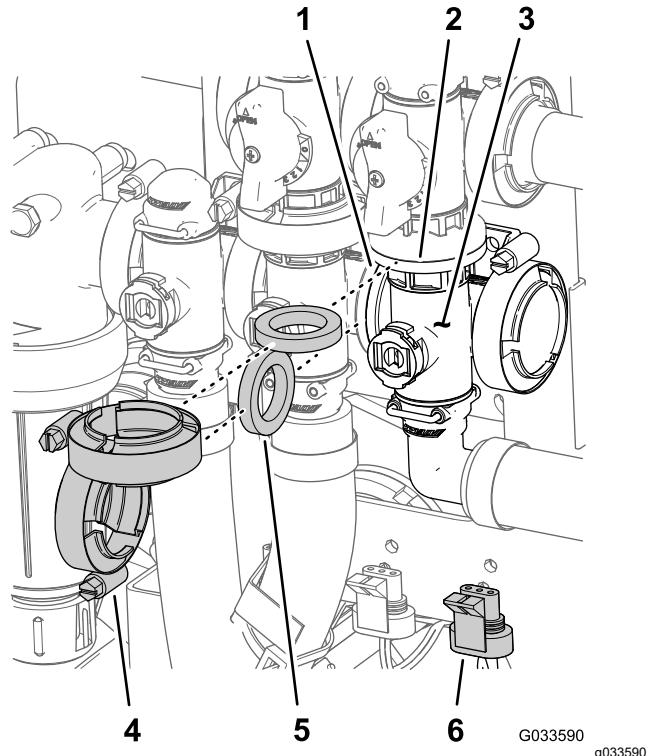

Bild 129
1. Fluchten Sie den Flansch des Hauptausleger-Ventilvertellers, eine Dichtung und den Flansch des Hauptausleger-Sicherheitsventils aus (Bild 129).
2. Montieren Sie den Hauptausleger-Ventilverteiler, eine Dichtung und das Hauptausleger-Sicherheitsventil mit einer Flanschklemme und ziehen sie mit der Hand an (Bild 129).
3. Fluchten Sie den Flansch des Hauptausleger-Ventilvertellers, eine Dichtung und den Rührwerkventilverteiler aus (Bild 129).
4. Montieren Sie den Hauptausleger-Ventilverteiler, die Dichtung und den Rührwerkventilverteiler mit einer Flanschklemme und ziehen sie mit der Hand an (Bild 129).
- Befestigen Sie das Rührwerkventil mit der Bundkopfschraube und der Sicherungsbundmutter (Bild 129), die Sie in Schritt 3 von Entfernen des Ventils des Hauptauslegerverteilers (Seite 84) entfernt haben, an der Ventilhalterung und ziehen Sie die Schraube und Mutter auf ein Drehmoment von 10 bis 12 N·m an.